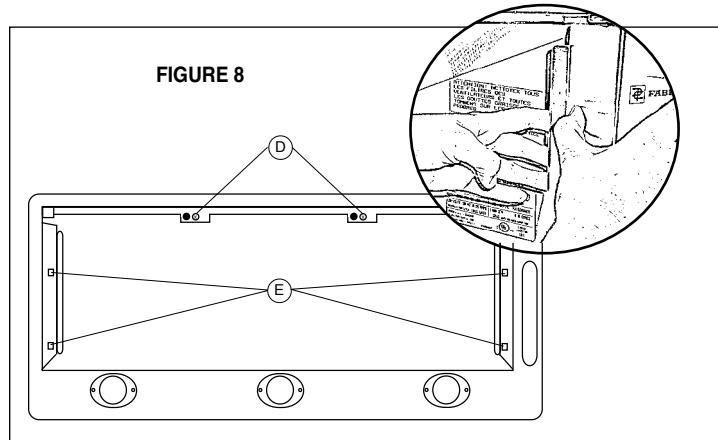

FIGURE 8
5. Retirer les deux vis (**D in FIGURE 8**). Retirer le bas de la hotte par plasser votre pouce dans les trous (**E in FIGURE 8**) et tirer le bas de la hotte.